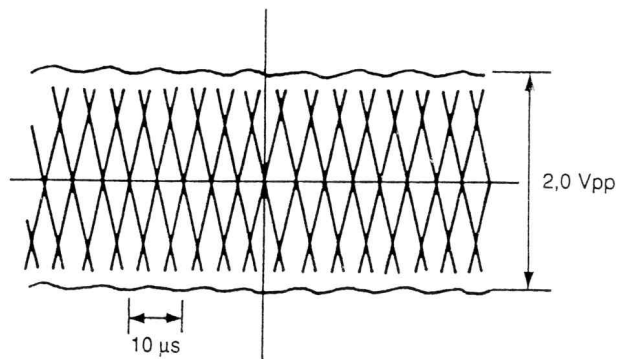

Abb. 4-10.
- f) GADJ so einstellen, daß eine Amplitude von 2-Vpp für die Sinuswelle entsprechend Abb. 4-10. erzielt wird.